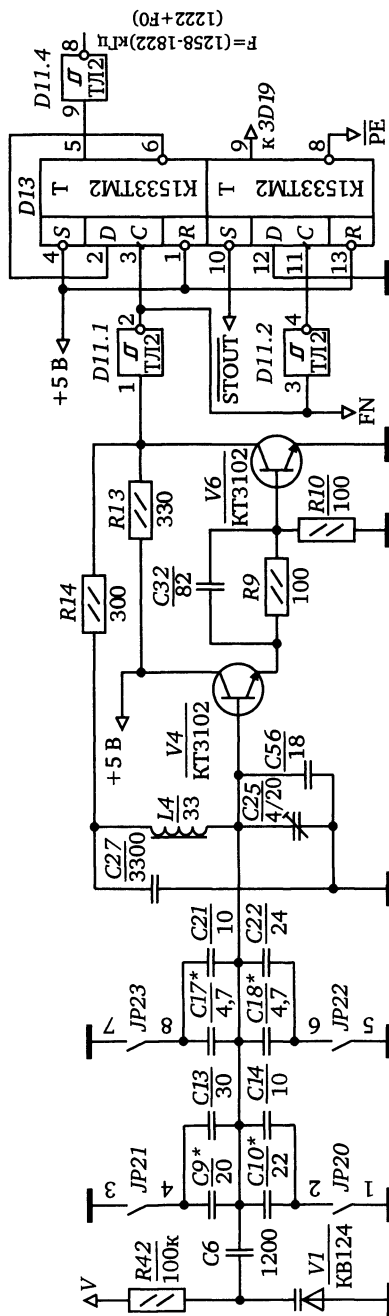

Рис. 1.11
**Блок Ген. 2** представляет собой такой же генератор с ФАПЧ (рис. 1.11). Отличие заключается в следующем: **ГУН2** настраивается на диапазон частот  $2516\text{--}3644\text{ кГц}$  и нет окончного делителя частоты.